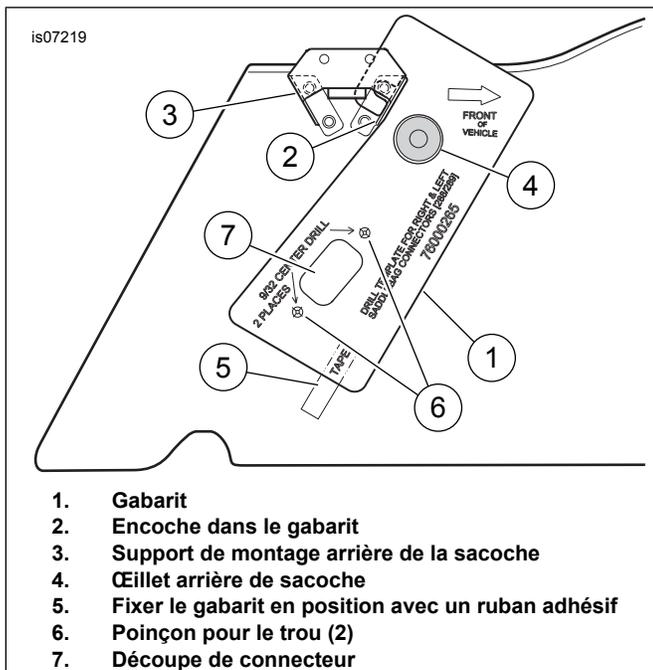

Figure 2. Perçage de sacoche pour le connecteur de panneau à 12 fiches
2. Voir Figure 2. Accrocher l'encoche (2) du gabarit (1) sur le support de montage arrière de sacoche (3). Aligner le trou du gabarit sur l'œillet arrière (4). Fixer le gabarit en position avec un ruban adhésif tel qu'illustré (5).
3. Marquer les emplacements des deux trous (6) avec un poinçon. Tracer le contour de la découpe du connecteur (7) sur la paroi intérieure de la sacoche. Enlever le gabarit.